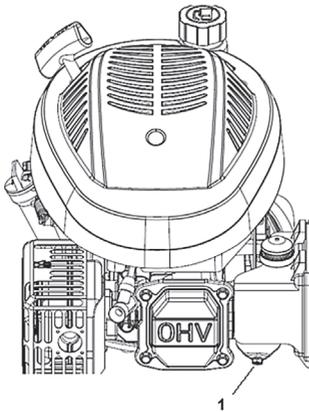

Рис. 19 Сливной болт поплавковой камеры карбюратора
2. Слейте топливо из и карбюратора (Рис. 19). Для этого открутите сливной болт поплавковой камеры карбюратора.